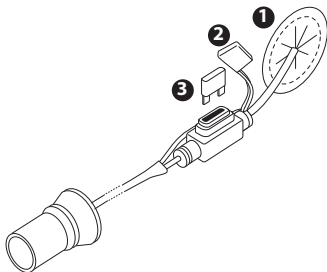

Afbeelding 1: Laden van de accu
1. Steek de adapterstekker van het laadapparaat in het contact op de accuset, in de voorzak van de draagtas. Zie afbeelding 1.